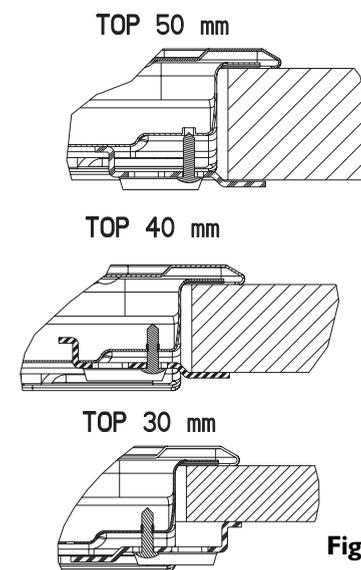

Fig. 1
2. Pour fixer la table de cuisson, utilisez les étriers (A) fournis.
3. Introduisez les étriers dans les orifices prévus à cet effet (indiqués par la flèche) et serrez-les au moyen des vis en fonction de l'épaisseur du plan de travail (voir fig. 1).
**Remarque :** le fil de terre jaune/vert (B) doit être connecté à la vis. Si le fil d'alimentation n'est pas encore branché :
- Ouvrez le bornier (C) en appuyant sur les pattes latérales au moyen d'un outil approprié.
- Introduisez le câble d'alimentation (D) dans le collier de serrage (E) et connectez les fils au bornier.
- Dès que le branchement électrique est terminé, insérez la table de cuisson par le dessus et fixez-la au moyen des étriers de fixation, comme illustré dans la figure 1.